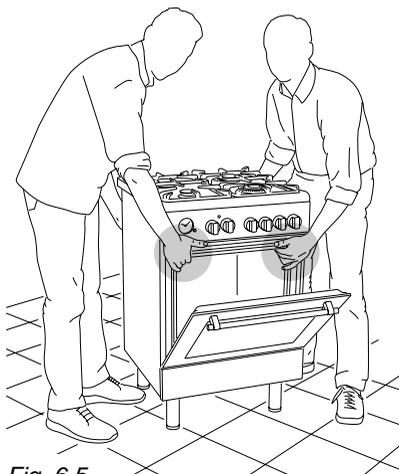

Fig. 6.5
**ATTENZIONE:** La cucina deve essere sempre raddrizzata da due persone per evitare di danneggiare i piedi (fig. 6.5).
**ATTENZIONE :** Quando si sposta la cucina nella sua posizione definitiva, **NON TRASCINARLA** (fig. 6.7), ma sollevare i piedi dal pavimento (fig. 6.5).